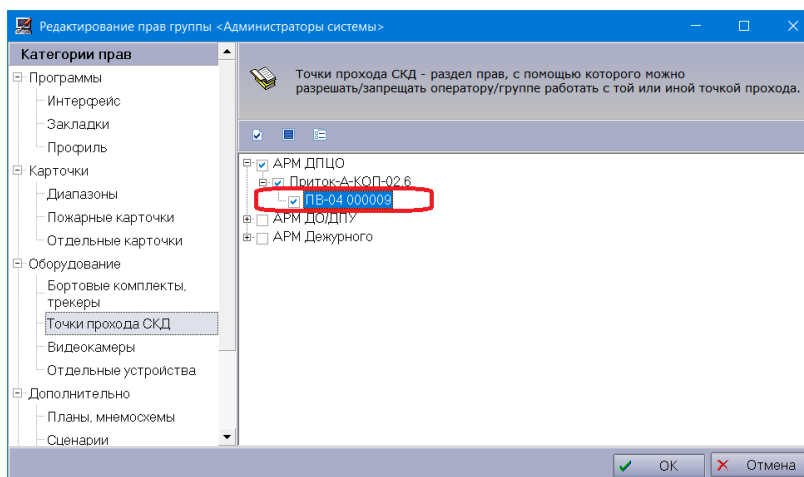

Рисунок 76 – Категории оборудования
4.2.3 В окне редактирования прав групп, в категориях прав открыть пункт «Оборудование», выбрать «Точки прохода СКД» и в области редактирования отметить интересующую точку прохода (см. рисунок 76).